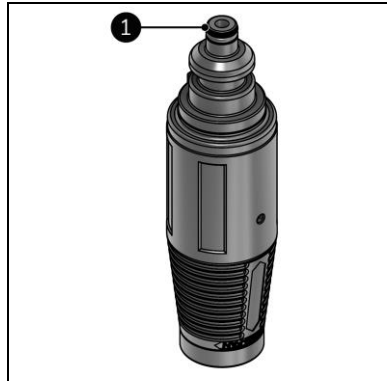

Figure 16
2. Passez de la vaseline sur le joint torique de la buse (figure 16, pos. 1).